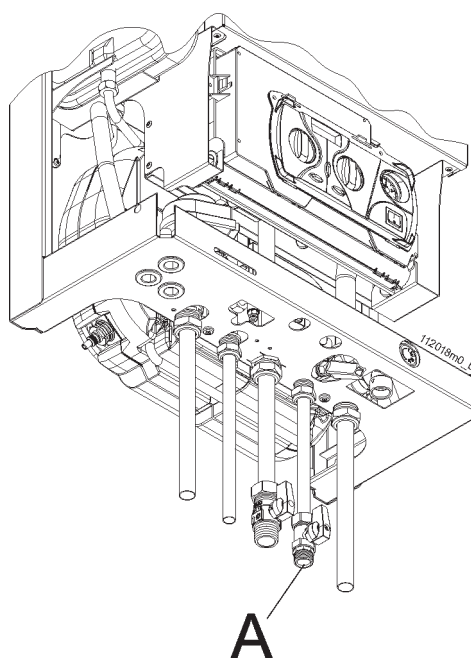

Figura 36 - selettore portata acqua calda sanitaria
- se la temperatura dell'acqua è troppo fredda occorre ridurre la portata dell'acqua attraverso il selettore "A" di figura 36, fino al raggiungimento della temperatura desiderata.